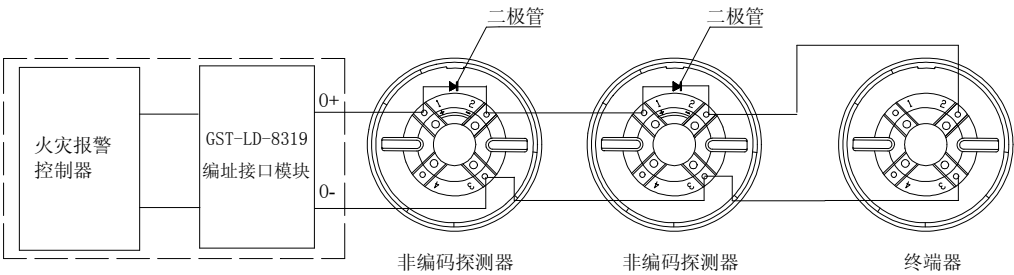

图 6 系统构成图
- 当终端器不作为探测器底座使用时，应在终端器上加装上盖，系统构成图如图 6 所示。